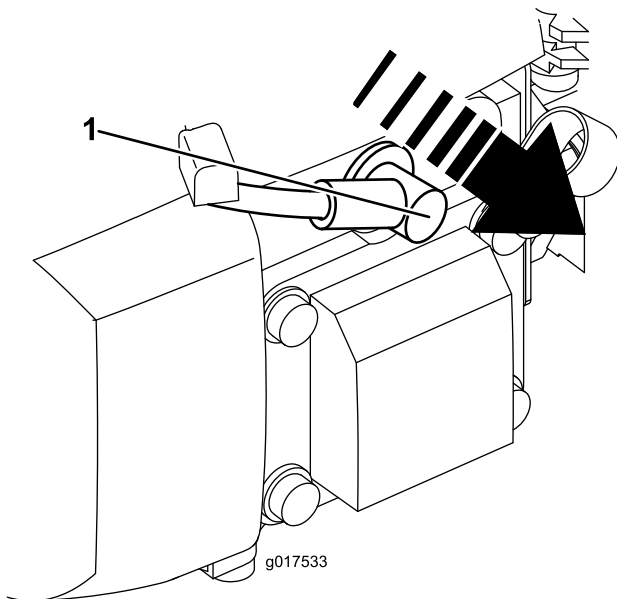

Bild 15
2. Ziehen Sie den Zündkerzenstecker (Bild 15) ab, bevor Sie Wartungsarbeiten ausführen.